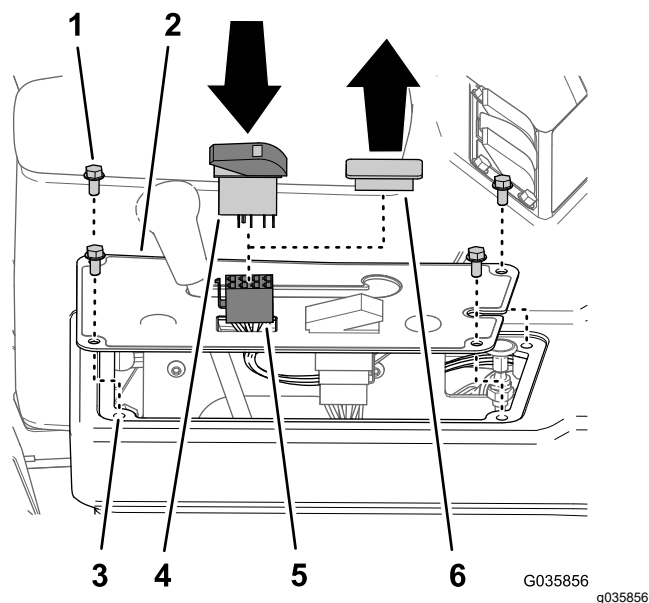

Рисунок 34
2. Удалите заглушку переключателя из крышки панели (Рисунок 34).
3. Проведите 8-гнездовой разъем жгута проводов доводочного комплекта стрелы с ультразвуковым выравниванием сквозь отверстие в крышке панели (Рисунок 34).
4. Подсоедините 8-гнездовой соединитель жгута проводов доводочного комплекта стрелы с ультразвуковым выравниванием с маркировкой SONIC MODE MANUAL VS. AUTO (РЕЖИМ УЛЬТРАЗВУКОВОГО ВЫРАВНИВАНИЯ — РУЧНОЙ/АВТОМАТИЧЕСКИЙ к клавишному переключателю (Рисунок 34).
5. Вставьте клавишный переключатель в отверстие приборной панели так, чтобы он надежно зафиксировался со щелчком на месте (Рисунок 34).
6. Совместите отверстия в крышке панели с отверстиями в верхней части консоли (Рисунок 34).
7. Прикрепите панель к консоли при помощи болтов (Рисунок 34), снятых при выполнении пункта 1.
1. Выверните 4 болта с фланцевыми головками ($\frac{1}{4} \times \frac{1}{2}$ дюйма) (если они установлены), которые крепят крышку панели к верхней части консоли, как показано на Рисунок 34.